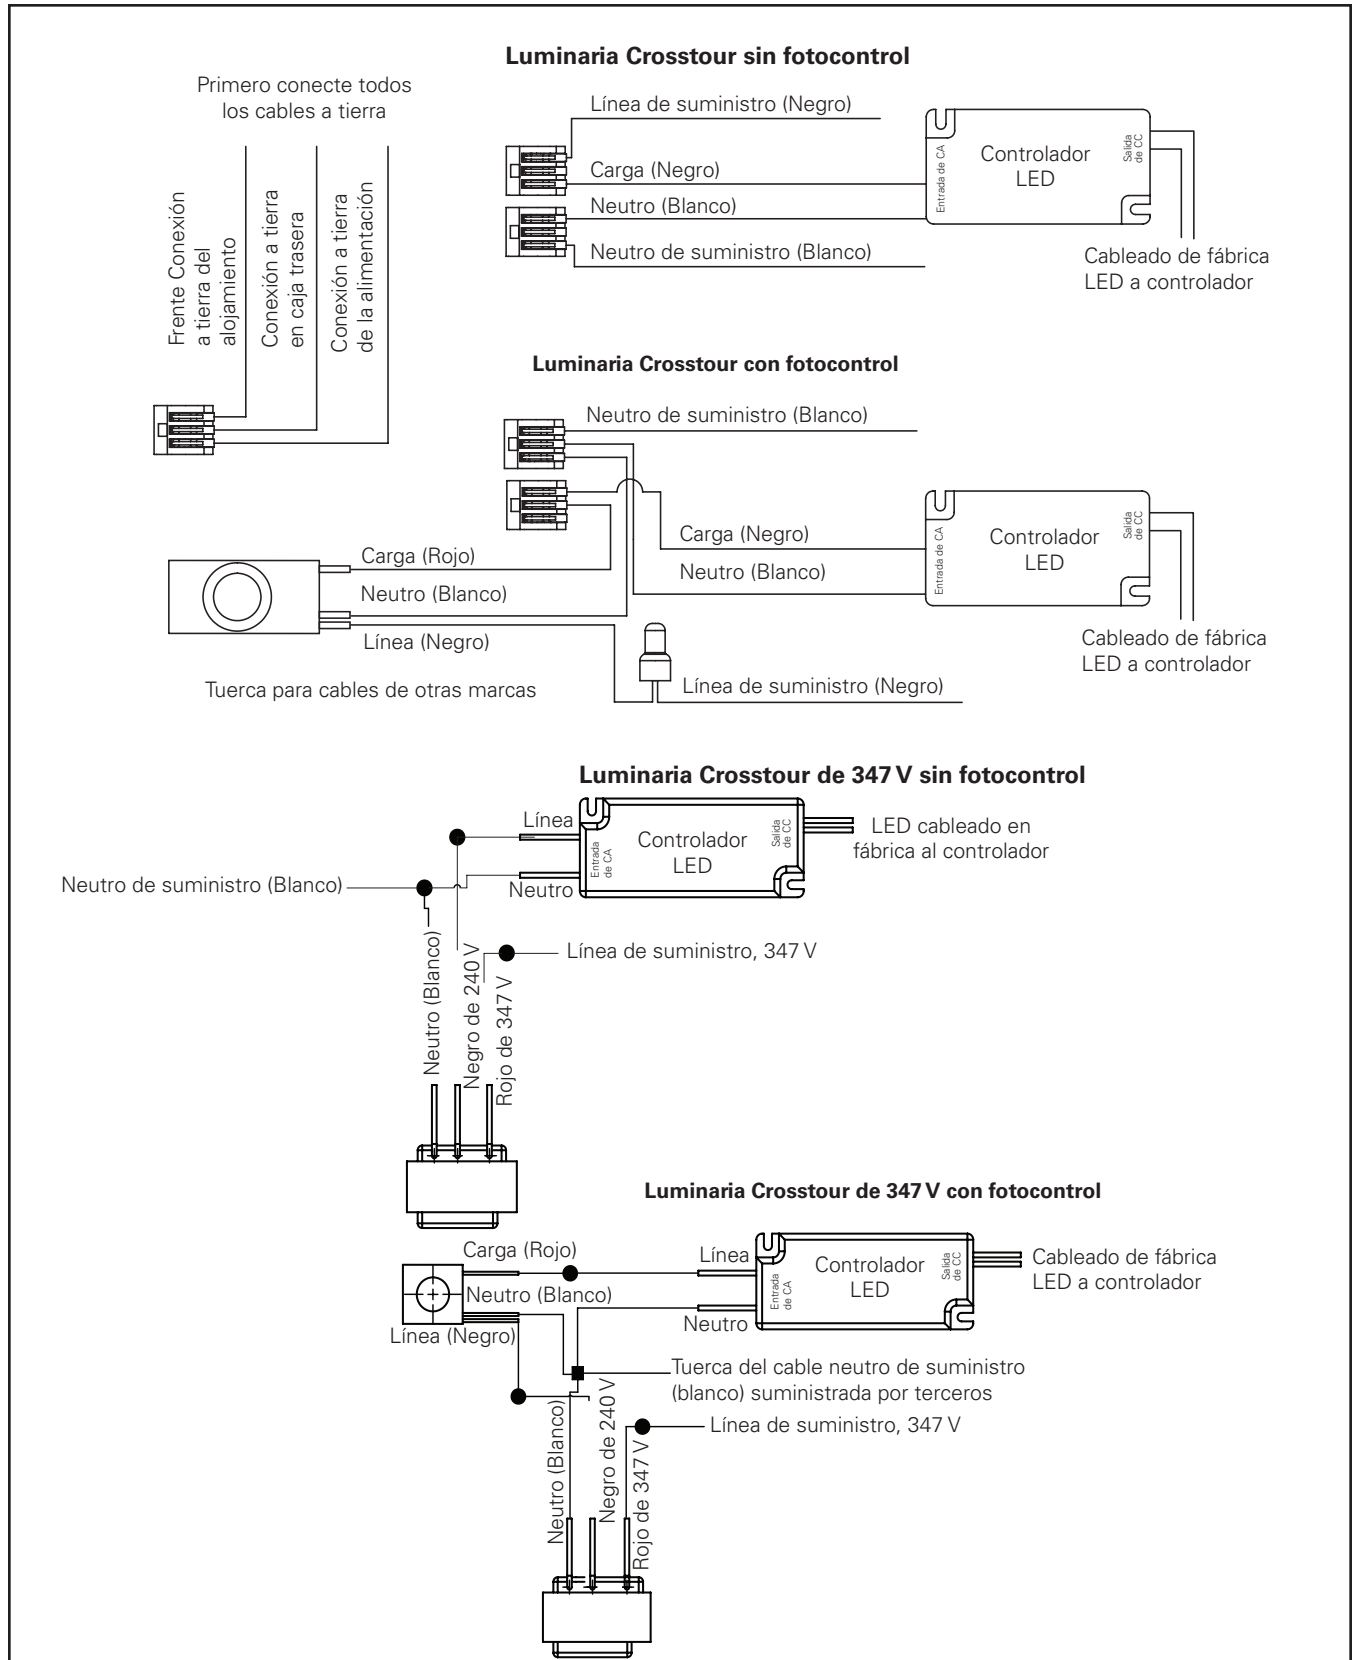
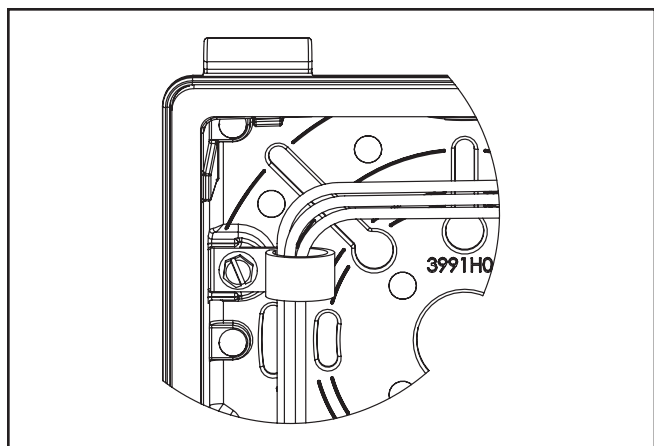

Figura 3.
Figura 4.
2. Asegure la puerta en las bisagras de sujeción ubicadas en la parte superior de la caja trasera (para iluminación focal descendente) (Figura 2). Utilice los conectores de bloqueo de palanca para realizar conexiones eléctricas (Figura 3). Todas las conexiones eléctricas deben permanecer dentro de la caja trasera. Asegure cualquier cable suelto al arnés (Figura 4) antes de cerrar y asegurar la caja. Ajuste el tornillo de la puerta para sellar la luminaria (10-15 pulg.-lb.).
**Nota:** Para las aplicaciones de conducto, retire solamente los tapones de conducto NPT de 1/2" necesarios para instalar la caja trasera en la superficie. Aplique compuesto sellador o cinta de teflón para sellar y evitar el ingreso de agua a los accesorios de conducto (de otras marcas) que ingresan a la caja trasera para crear un sello hermético. Realice las conexiones eléctricas (Figura 3 y Figura 4).